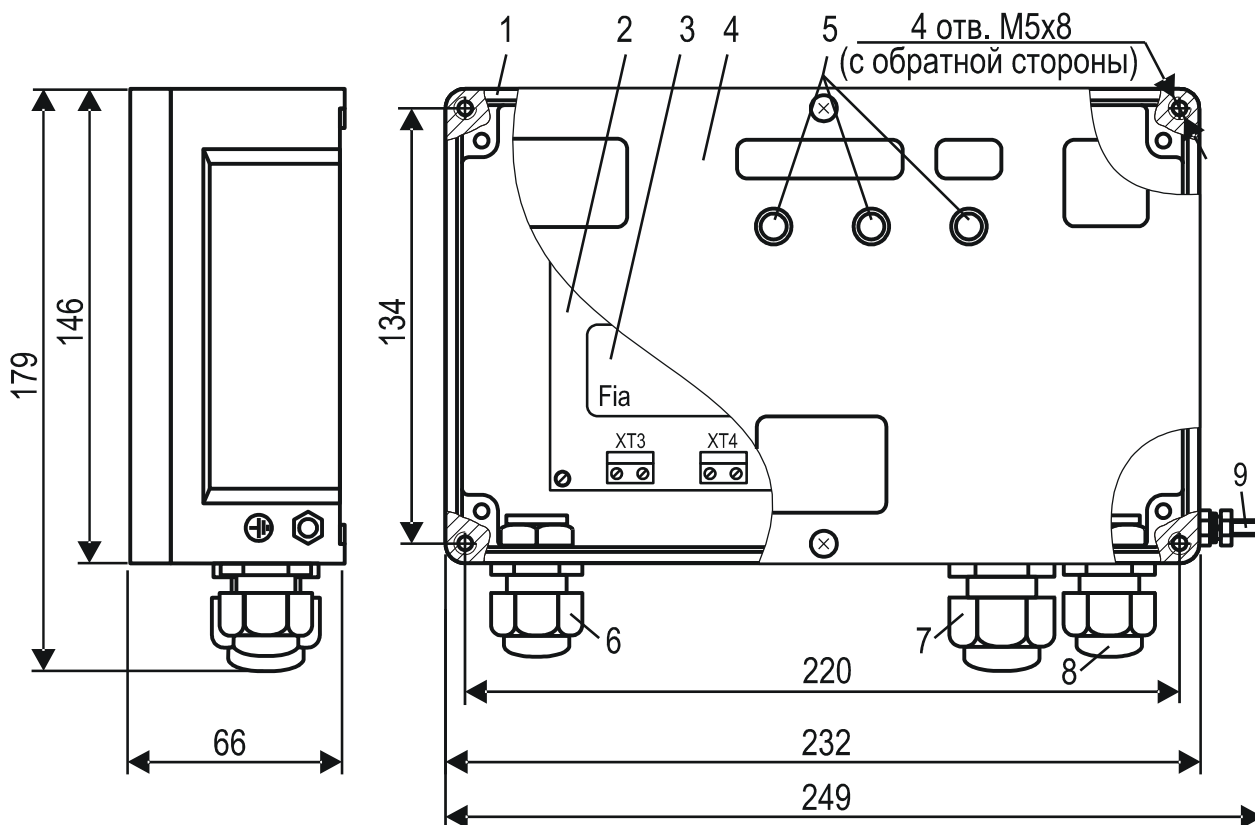

Рисунок 1 - Внешний вид, габаритные и присоединительные размеры вторичного преобразователя
3.1 Вторичный преобразователь (рисунок 1) состоит из корпуса 1, крышки 4, и электронного модуля 2. Для подключения заземляющего проводника служит зажим заземления 9 (зажим ЗШ-С-5х25-1 ГОСТ 21130-75), снабженный знаком “”. На крышке расположены светофильтры 5 индикаторов, сигнализирующих наличие аварийной ситуации, сра-